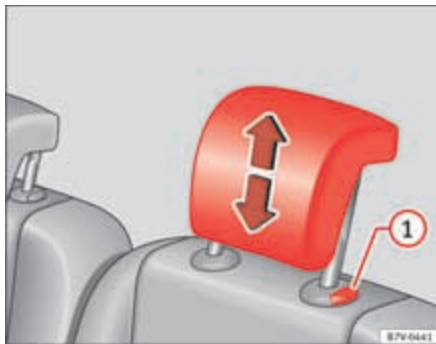

Abb. 87 Kopfstütze hinten ausbauen.
- Kopfstütze bei gedrückter Taste ⇒ Seite 133, Abb. 87 (1) ganz herausziehen.